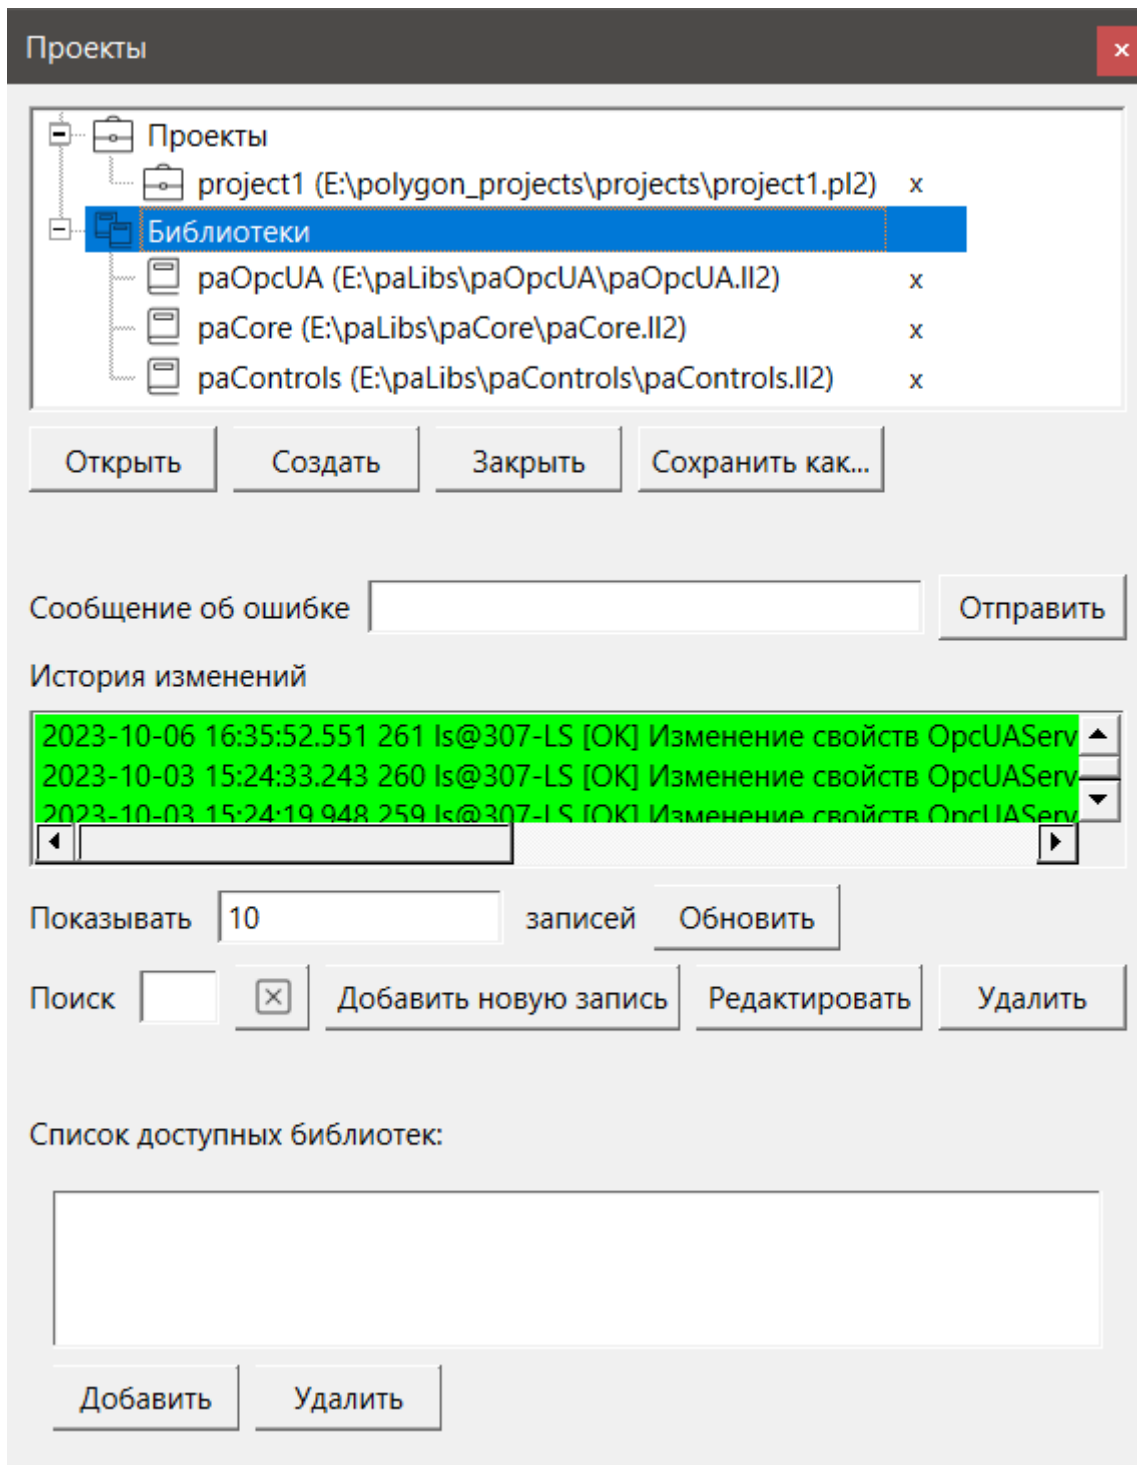

Рисунок 3.1 – Добавленные библиотеки в окне Проекты
1. Открыть меню **Окна/Проекты** (см. рисунок 3.1).